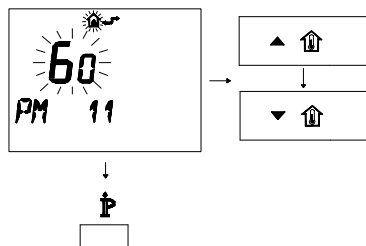

Figura 5.40
- Per modificare il SET programmato agire sui pulsanti ▲⬆️ o ▼⬆️ e aspettare che il numero programmato cominci a lampeggiare (Figura 5.40). Ogni passo incrementato o decrementato corrisponde a 1 secondi.